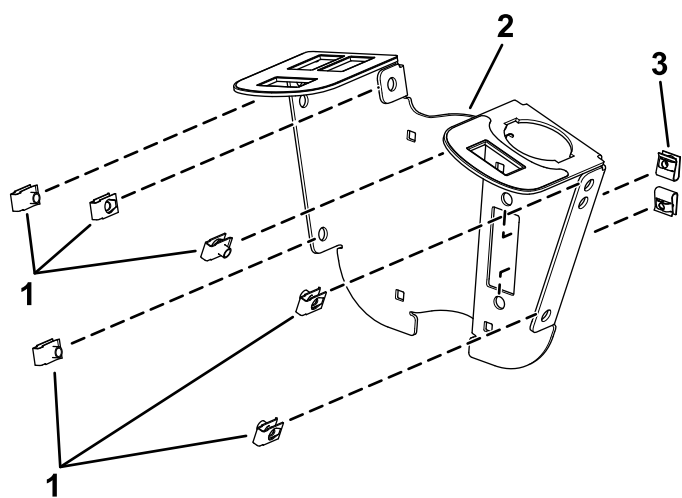

図 1
1. スイッチマウントに、クリップ6本とスピードナット2個を取り付ける 図 1。